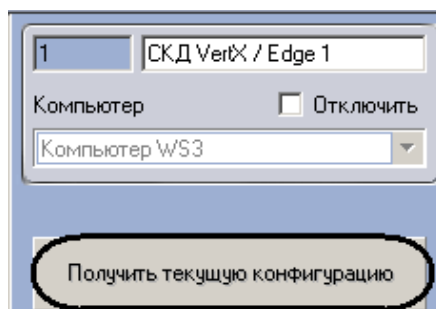

Рис. 3.4—1 Панель настроек объекта СКД VertX / Edge
1. Перейти на панель настроек объекта **СКД VertX / Edge** (Рис. 3.4—1).
2. Нажать кнопку **Получить текущую конфигурацию** (см. Рис. 3.4—1).